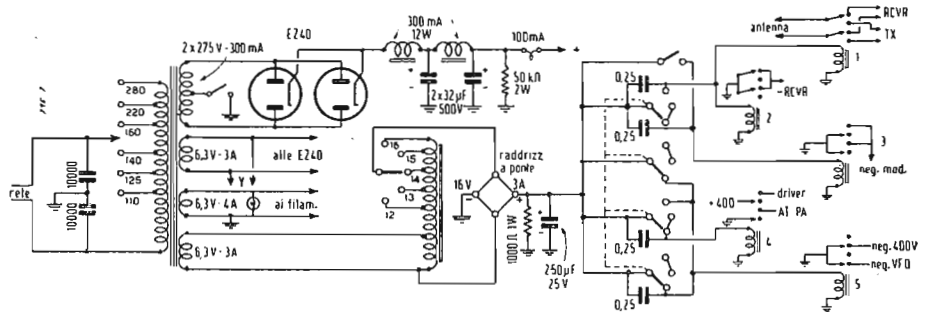

Fig. 3. - Schema elettrico dell'alimentatore e circuito dei relé.
- in fig. 3 è rappresentato lo schema dell'alimentatore e dei relé per le varie commutazioni per il servizio radiantistico.